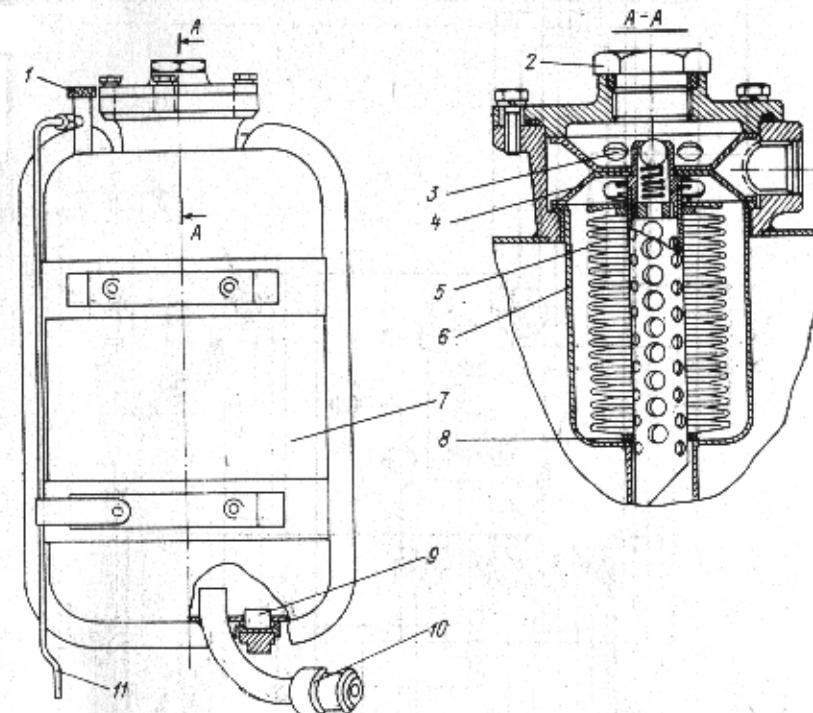

Fig. 72. Réservoir à huile du système hydraulique
2. Dévisser les boulons du couvercle du corps intermédiaire de filtre 6 (fig. 72) et déposer le couvercle.